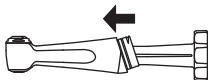

Fig. A-1
- 2) Introduza a chave na parte traseira da cabeça do instrumento até parar, conforme mostrado na Fig. A-1.